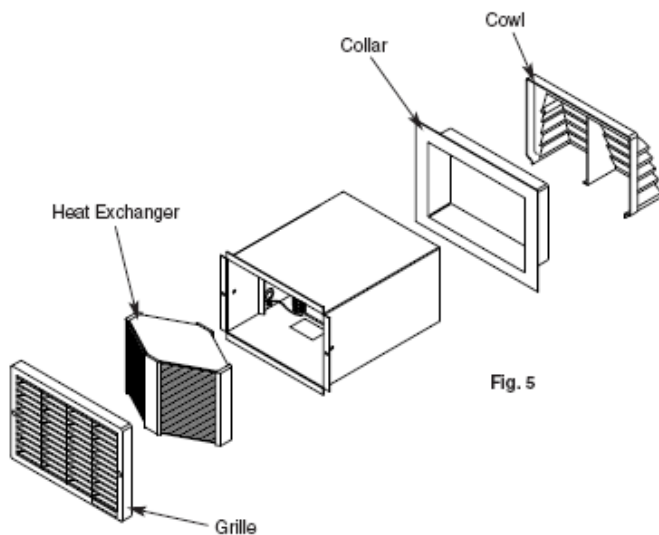

Fig. 5
6. Távolítsuk el a rácsot és a hőcserélőt a készülékből. Fig.5.
3. Szúrja át a készülék tetején, bal oldalon található tömszelencét és vezesse bele az elektromos kábelt (fig5)